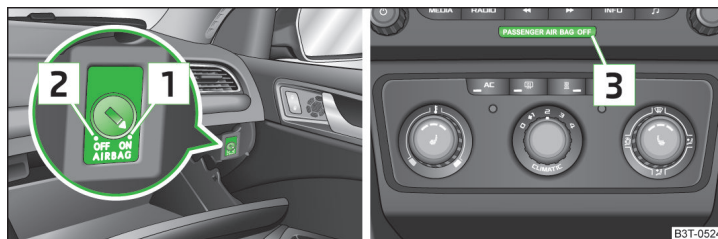

Fig. 13 Conmutador de llave para el airbag lateral del acompañante/Testigo para el airbag delantero del acompañante
- El testigo **OFF**  **3** » fig. 13 de la página 22 se enciende tras conectar el encendido.
- Gire con cuidado la llave de la ranura del conmutador de llave a la posición **2** » fig. 13 OFF.
- Gire con cuidado la llave de la ranura del conmutador del airbag a la posición **1** » fig. 13 **ON**.